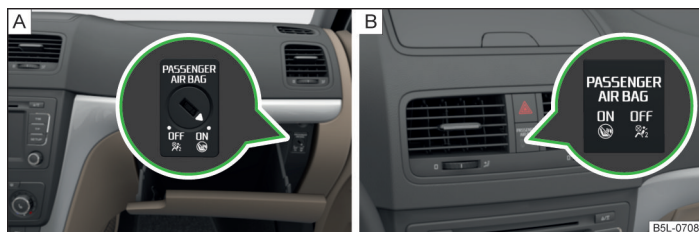

Fig. 148 Conmutador de llave para el airbag lateral del acompañante/Testigo para la conexión/desconexión del airbag delantero del acompañante
➤ El testigo **OFF**  **[3]** » fig. 148 de la página 187 se enciende tras conectar el encendido.
- Gire con la llave del vehículo cuidadosamente la ranura del conmutador de llave a la posición **OFF** » fig. 148 - **[A]**.
- Compruebe si, tras conectar el encendido, se enciende el testigo **OFF**  en el rótulo **PASSENGER AIR BAG ON OFF** » fig. 148 - **[B]**.
- Gire con la llave cuidadosamente la ranura del conmutador de llave a la posición **ON** » fig. 148 - **[A]**.